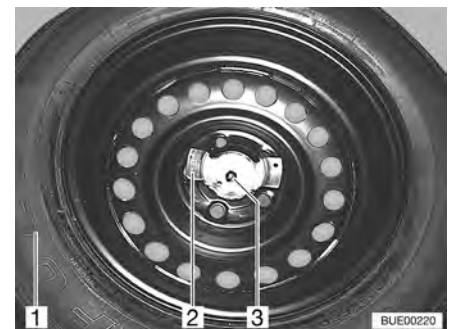

Fig. 222 Fixation de la roue de secours
- Dévisser les deux écrous (Fig. 222,2 et 3).
- Retirer la roue de secours (Fig. 222,1) de son étrier.